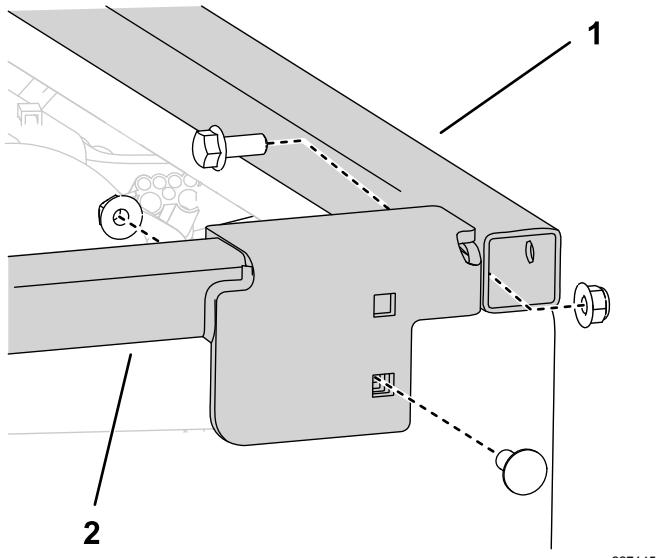

Bild 11
4. Verbinden Sie das rechte Ladepritschendistanzstück mit einer Schraube mit dem vorderen Rohrrahmen und mit einer Schlossschraube mit dem Ladepritschenrahmen, wie in **Bild 11** abgebildet.